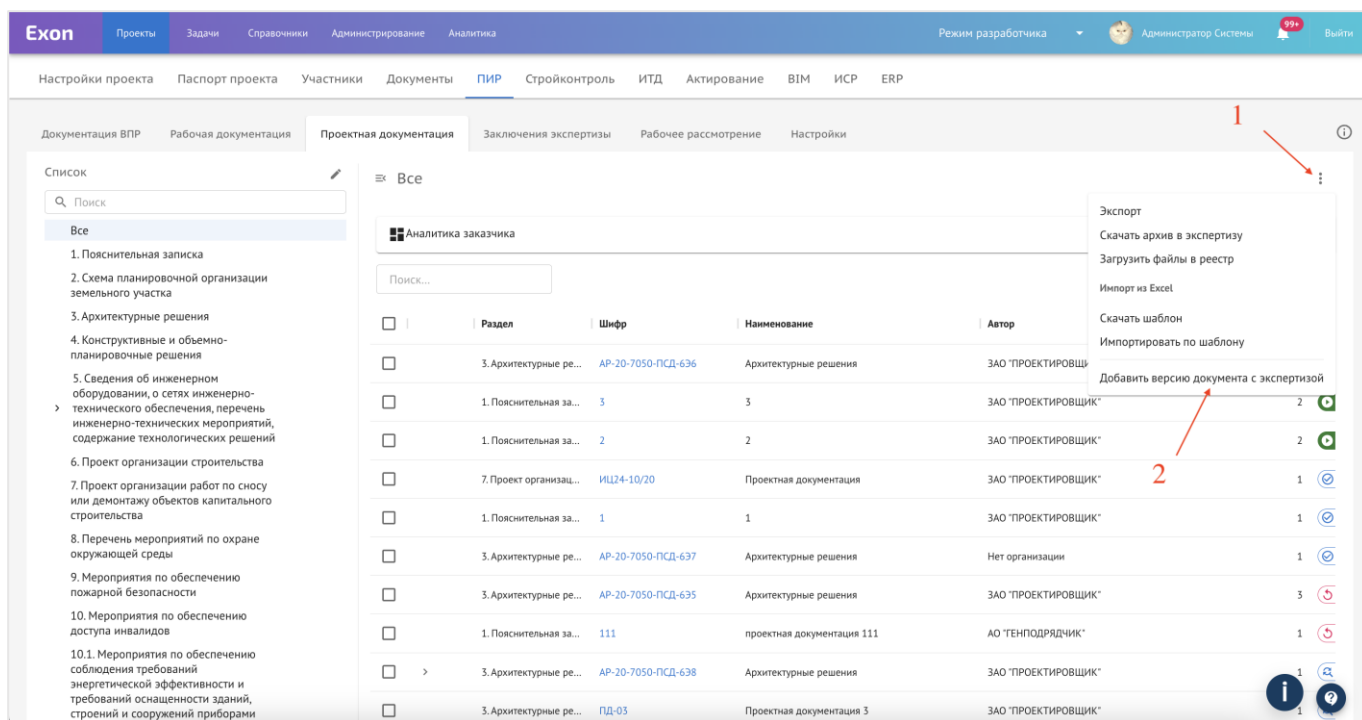

Рис. 97 – Массовая загрузка результатов экспертизы
1. В реестре проектной документации через три точки (1) выбрать действие «Добавить версию документа с экспертизой» (2) (рис. 97);